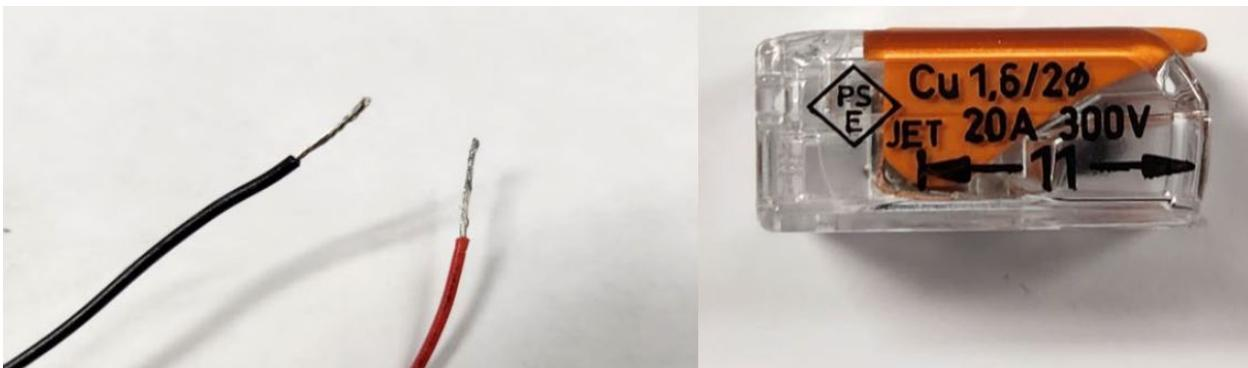

Figure 5: Fil noir et rouge avec gaine retirée. Indicateur de 11 mm indiqué
6. Retirer 11 mm de gaine des fils noir et rouge sur le voyant lumineux TWS de remplacement. Utilisez l'indicateur sur le côté du connecteur d'épissure de fil inclus dans le kit. Figure 5.